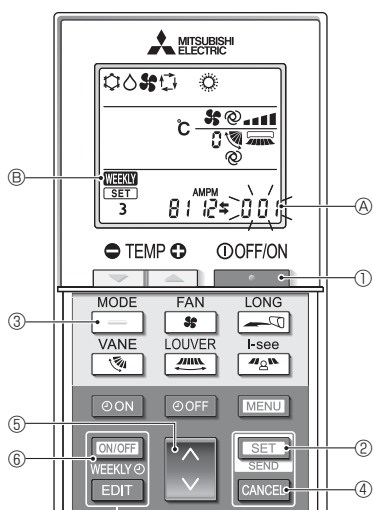

Fig. 4-12
### 4.12.8. Deaktivering af Auto-tilstanden (Fig. 4-12)
- Tryk på **STOP**-knappen ① for at stoppe klimaanlægget.
- Hvis ugetimeren er aktiveret, skal du trykke på **ON/OFF WEEKLY**-knappen ⑤ for at deaktivere timeren. (**WEEKLY** ⑥ forsvinder.)
- Tryk på **SET**-knap ② i 5 sekunder.
- Funktionsindstillingstilstanden aktiveres på enheden. (Indstillingsnummer (A) til gruppe modellen blinker.)
- Tryk på **UP**-knappen ⑧.
- Gennemførelse af indstillingerne (Fig. 4-12)